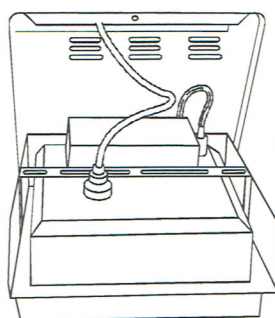

図 17
4. 記録計のセンサをフレーム左側面の感温部取出口から外に出し、記録計取付金具をフレーム前面下のパネル左側に取付けます。(図 17)